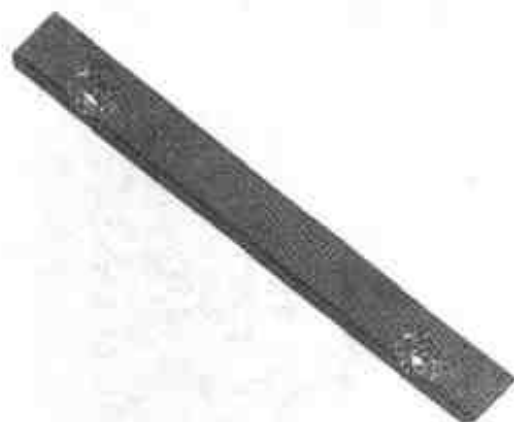
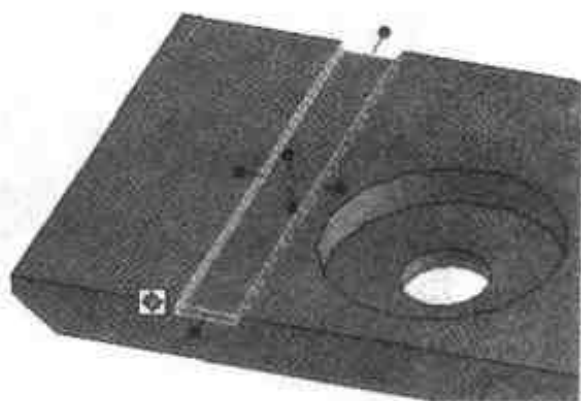

图 4.75 生成两个对称的沉孔
图 4.76 添加【孔类长方体】图素
(4) 从右侧【工具】设计元素库中向板的前表面拖入一个【孔】图素, 设置其直径为 4.5, 深度为 5, 沉头直径为 2, 沉头深度为 12, 它与长方体的上表面相距为 8, 与侧表面相距 19。
(5) 在另一边作同样的一个孔, 结果如图 4.75 所示。
(6) 从右侧【图素】设计元素库中拖入一个【孔类长方体】图素, 将孔类长方体的两个边分别与长方体的前后两表面平行, 修改包围盒的宽度为 3, 高度为 0.2。
(7) 孔类长方体的中心线与长方体的侧面相距 10, 结果如图 4.76 所示。